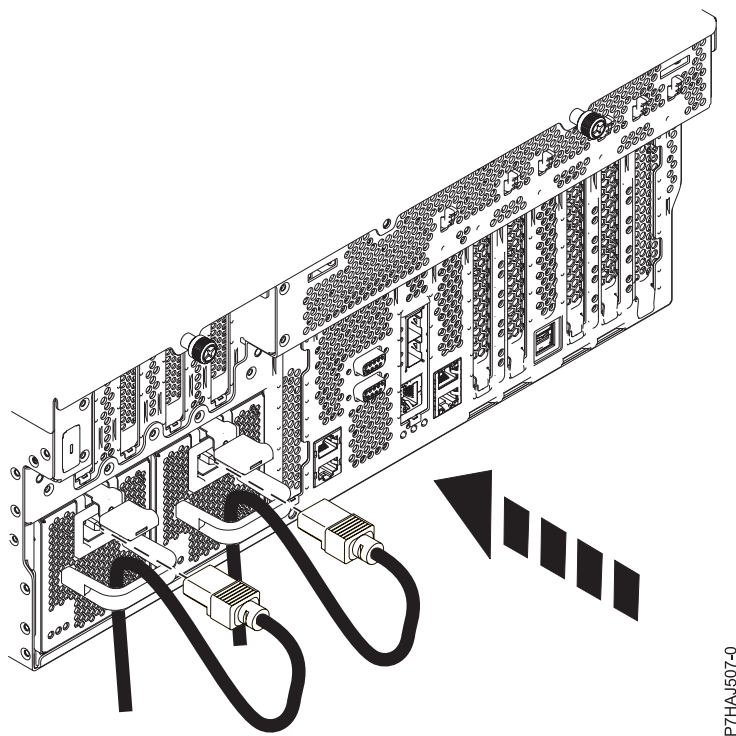

Figura 19. Conexión y ruta del cable de alimentación
2. Mirando la parte trasera de la unidad del sistema, haga pasar el cable de alimentación del sistema por la pieza de sujeción de retención de cables, tal como se muestra en la Figura 19 en la página 23.